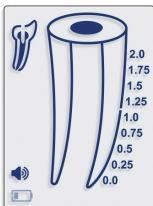

Fig. 2
5.2.2. Bei niedrigem Batteriestand blinkt die Batterie-Niedrigstandanzeige am Bildschirm (Abb. 2). Endo-Eze™ Find® setzt den normalen Betrieb auch bei niedrigem Batteriestand fort. Die Batterie sollte jedoch vor dem kompletten Stromausfall ersetzt werden.